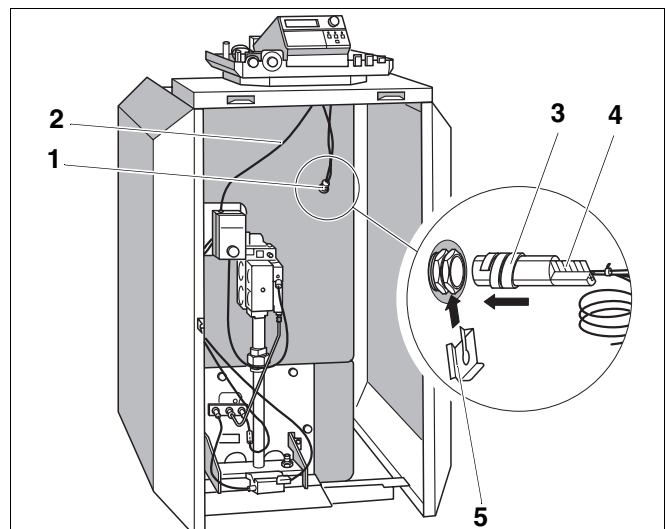

Abb. 21 Kesselvorderseite
- Kapillarrohre der Temperaturfühler und, bei „Logamatic“-Regelung, die Kesselwassertemperaturfühlerleitung unter der vorderen Kesselhaube nach vorne zur Messstelle (Abb. 21, **Pos. 1**) führen. Dabei nur auf Bedarfslänge abrollen.
- Brennerleitung (Abb. 21, **Pos. 2**), bei Logano G124 V auch die Pumpenanschlussleitung, unter der vorderen Kesselhaube nach hinten zur Anschlussseite des Regelgeräts führen.
- Temperaturfühler bis zum Anschlag in die Tauchhülse (Abb. 21) einstecken.
- Die Kunststoffspirale (Abb. 21, **Pos. 3**) schiebt sich dabei automatisch zurück. Die Ausgleichfeder (Abb. 21, **Pos. 4**) muss mit in die Tauchhülse geschoben werden.
- Fühlersicherung (Abb. 21, **Pos. 5**) (Lieferumfang Regelgerät) von der Seite oder von oben auf den Tauchhülsenkopf drücken (Abb. 21, siehe Pfeil).